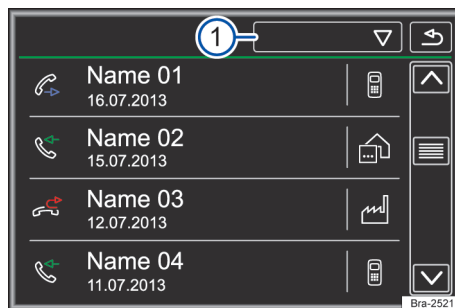

Fig. 138 Menu Chamadas (listas de chamadas).
Tocar na superfície de função  → Fig. 138 ①.